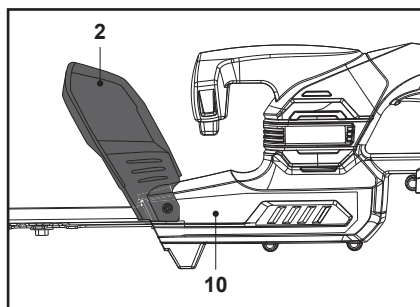

Fig. 1
A proteção frontal (2) já está pré-instalada na caixa (10) (Fig. 1).